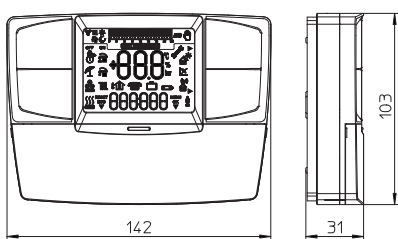
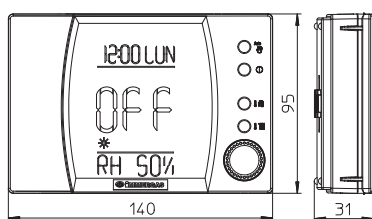

Fig. 1-5
Fig. 1-6
- Cronotermostato digitale Immergas On/Off (Fig. 1-5). Il cronotermostato consente di:
- Sono disponibili 2 tipologie di comandi remoti: Comando Amico RemotoV2 (CARV2) (Fig. 1-5) e Super Comando Amico Remoto (Super CAR) (Fig. 1-6) entrambi con funzionamento di cronotermostati climatici. I pannelli dei cronotermostati consentono all'utente, oltre alle funzioni illustrate al punto precedente, di avere sotto controllo e soprattutto a portata di mano, tutte le informazioni importanti relative al funzionamento dell'apparecchio e dell'impianto termico con la opportunità di intervenire comodamente sui parametri precedentemente impostati senza necessità di spostarsi sul luogo ove è installato l'apparecchio. Il pannello è dotato di autodiagnosi per visualizzare sul display